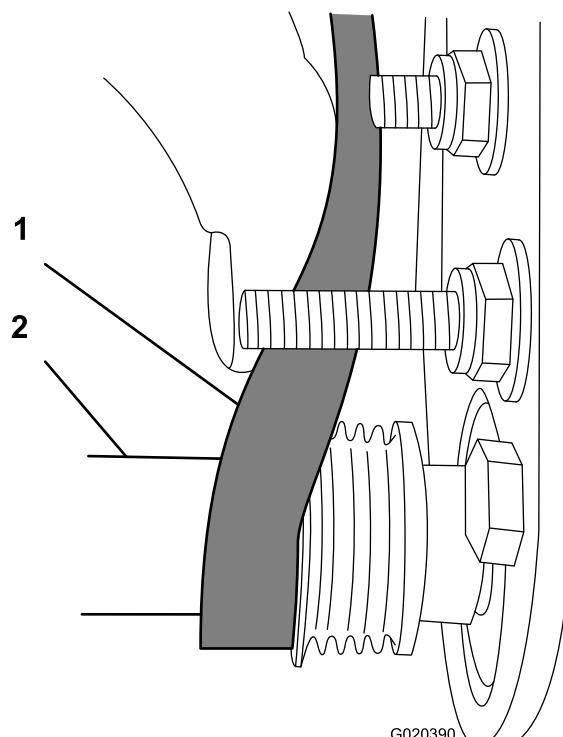

Figura 25
- Utilice una llave de vaso profundo de 9/16" para girar el conjunto del cepillo y guiar la correa sobre la polea arrastrada (Figura 25).